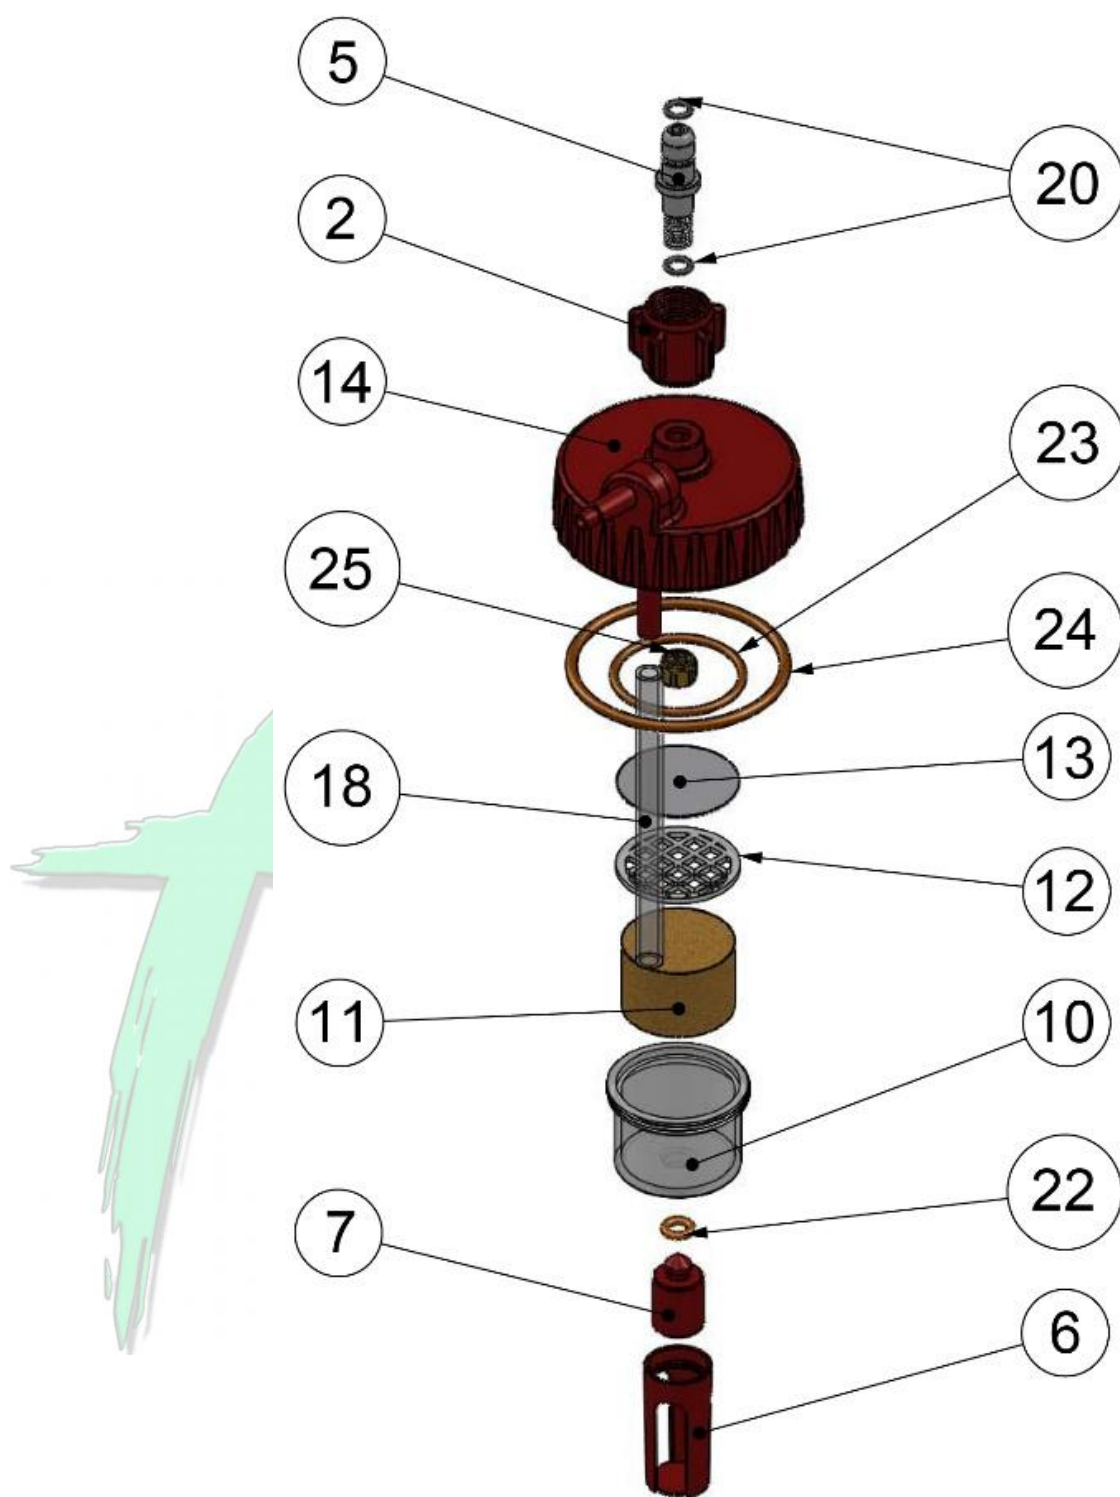

Imagen 5
- Quitar el vaso porta filtro (Ref.10), y desechar los componentes filtrantes (Ref.11 y 13 de imagen 5), dado que los mismos son descartables.